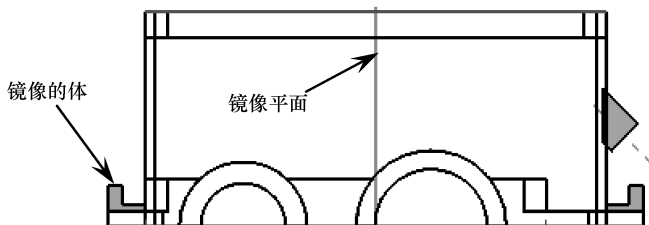

图 4-107 创建镜像体
- 15 使用【镜像体】工具，选择步骤 13 创建的拉伸实体，以新建的基准平面为镜像平面，创建出镜像体，如图 4-107 所示。